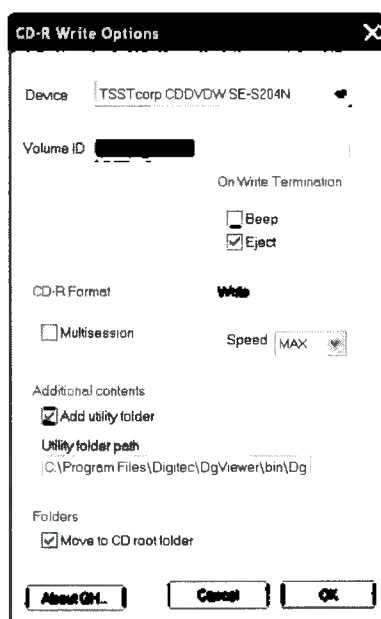

Рисунок 152
– теперь можно открыть меню вариантов записи (**Опции**) и установить следующие параметры (см. рисунок 152):